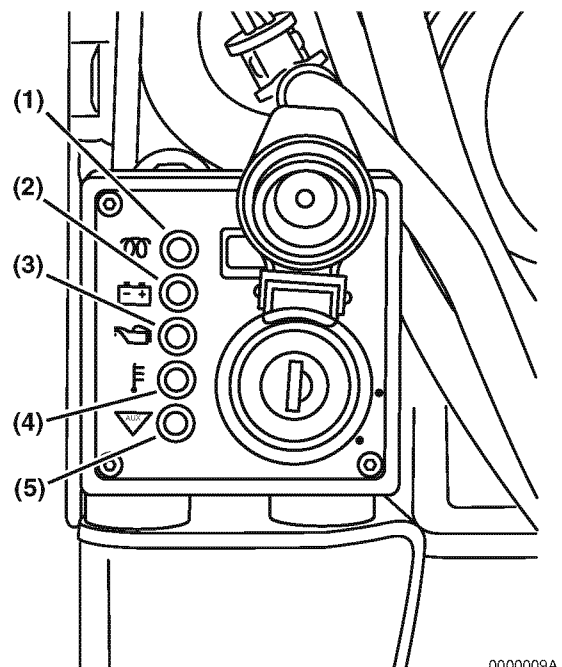

Figure 8
Les moteurs Yanmar TNV sont disponibles avec plusieurs tableaux de commande. Deux tableaux de commandes caractéristiques sont montrés (Figure 8) ou (Figure 9).
CHAUFFAGE (Figure 8, (1)) ou (Figure 9, (1)) ou (Figure 10, (1)) - Figure 9 montre une disposition caractéristique sur le tableau de commande. Lorsque l'interrupteur à clef est en position CHAUFFAGE, l'indicateur CHAUFFAGE s'allume, indiquant que les bougies de préchauffage ou le réchauffeur d'air sont/est mis sous tension, et demeure allumé pendant 4 secondes sur les modèles IDI ayant des bougies de préchauffage ou 15 secondes sur les modèles DI ayant des bougies de préchauffage ou un réchauffeur d'air. Lorsque l'indicateur s'éteint, tournez la clef en position DÉMARRAGE pour démarrer le moteur.
Figure 8 montre un tableau de commande caractéristique ayant un interrupteur à clef optionnel. Lorsque l'interrupteur à clef optionnel est en position MARCHE, l'indicateur s'allume, indiquant que les bougies de préchauffage ou le réchauffeur d'air sont/est mis sous tension, et demeure allumé pendant 4 secondes sur les modèles IDI ayant des bougies de préchauffage ou 15 secondes sur les modèles DI ayant des bougies de préchauffage ou un réchauffeur d'air. Lorsque l'indicateur s'éteint, tournez la clef en position DÉMARRAGE pour démarrer le moteur.
Chargement de la batterie (Figure 8, (2)) ou (Figure 9, (2)) ou (Figure 10, (4)) - Demeure allumé jusqu'à ce que le moteur fonctionne et que l'alternateur fournisse un courant de charge. Cet indicateur n'indique pas si la batterie est déchargée.
Pression d'huile de moteur (Figure 8, (3)) ou (Figure 9, (3)) ou (Figure 10, (5)) - Demeure allumé jusqu'à ce que le moteur fonctionne et que la pression de l'huile est dans les limites normales.
Température du liquide de refroidissement moteur (Figure 8, (4)) ou (Figure 9, (4)) ou (Figure 10, (6)) - Demeure momentanément allumé. S'allume de nouveau en cas de surchauffe du moteur.
Auxiliaire (Figure 8, (5)) ou (Figure 10, (2)) - Demeure momentanément allumé. Utilisé pour des applications spéciales.